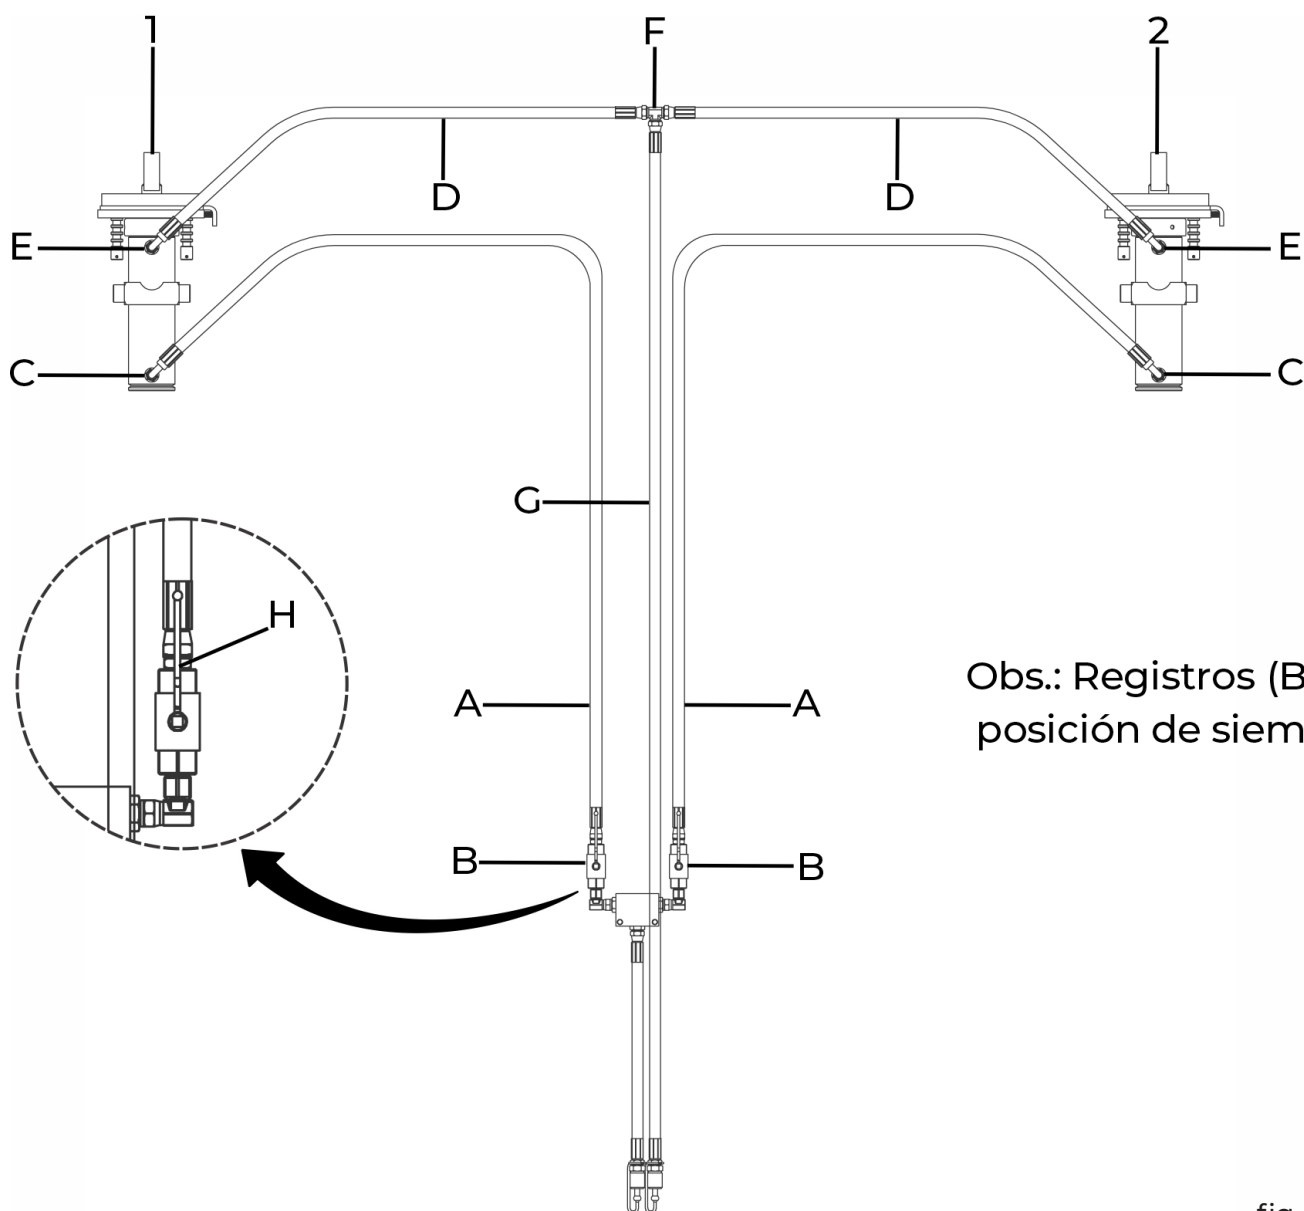

fig. 21
Coloque las mangueras (A) (fig. 21) en los registros (B) (fig. 21) - entrada inferior del cilindro (C) (fig. 21).
Las mangueras (D) (fig. 21) se deben colocar en la salida superior del Cilindro (E) (fig. 21) - Adaptador "T" (F) (fig. 21).
A continuación, conecte la manguera (G) (fig. 21) en dirección "T" Adaptador (F) (fig. 21) - Tractor
Para esto, mueva las palancas (H) (fig. 21) en la dirección en la que desea obstruir el paso del aceite y, posteriormente, mantener las líneas de siembra suspendidas.
Bloquee el sistema a través de los registros (H) (fig 21), manteniendo el sistema hidráulico presurizado. Para liberar el sistema abra los registros (H) (fig 21).